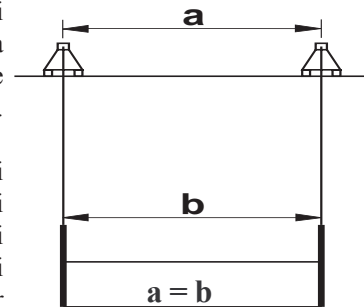

Fig. 1.4
- Regolare l'interasse (a) tra le travi di sospensione in modo che sia uguale all'interasse (b) tra le testate della piattaforma (Fig. 1.4).